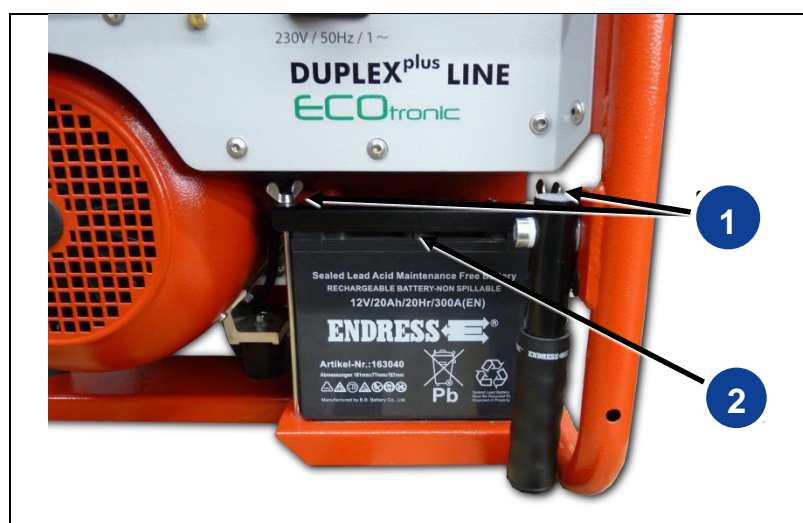

Fig. 6-2: Remplacement de la batterie
2. Dévissez les deux écrous papillon (Fig. 6-2-(1)) de façon que le porte-batterie (Fig. 6-2-(2)) puisse être retiré.